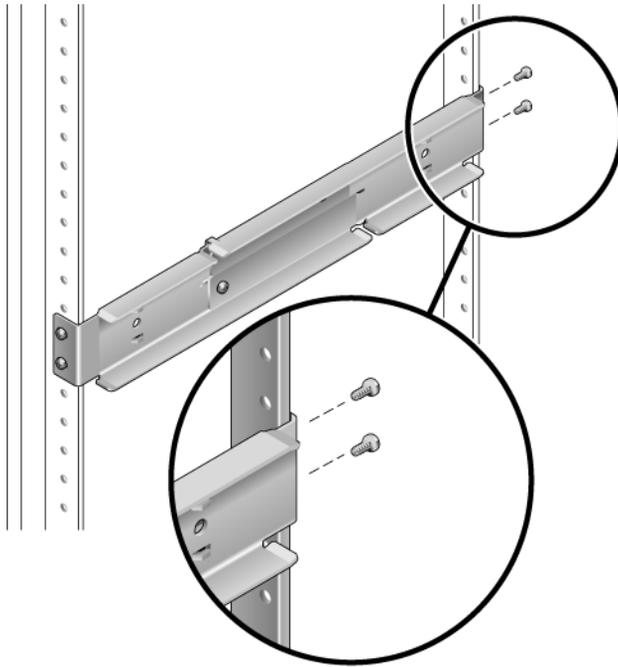

ABBILDUNG 3-17 Befestigen der Rückseite der anpassbaren Schienen am Rack
4. Befestigen Sie das hintere Ende der anpassbaren Schienen mit zwei Schrauben an der Rack-Rückseite (ABBILDUNG 3-17).